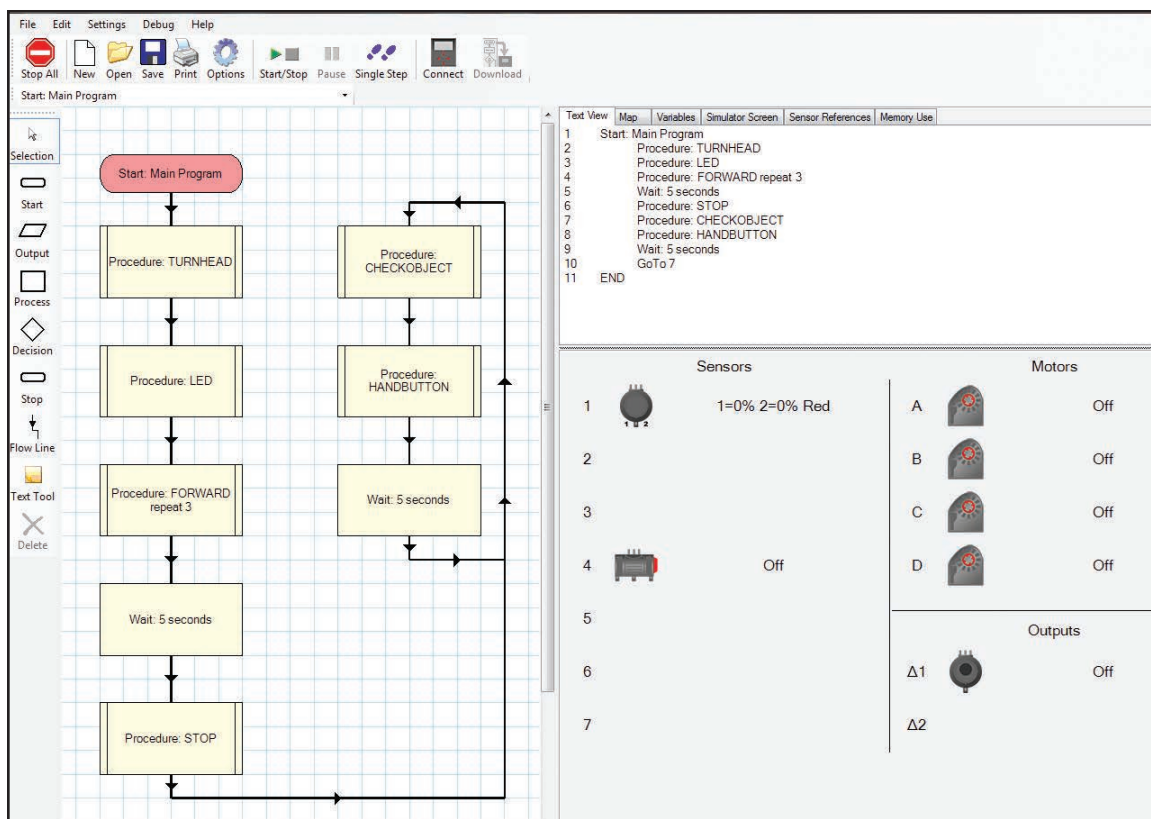
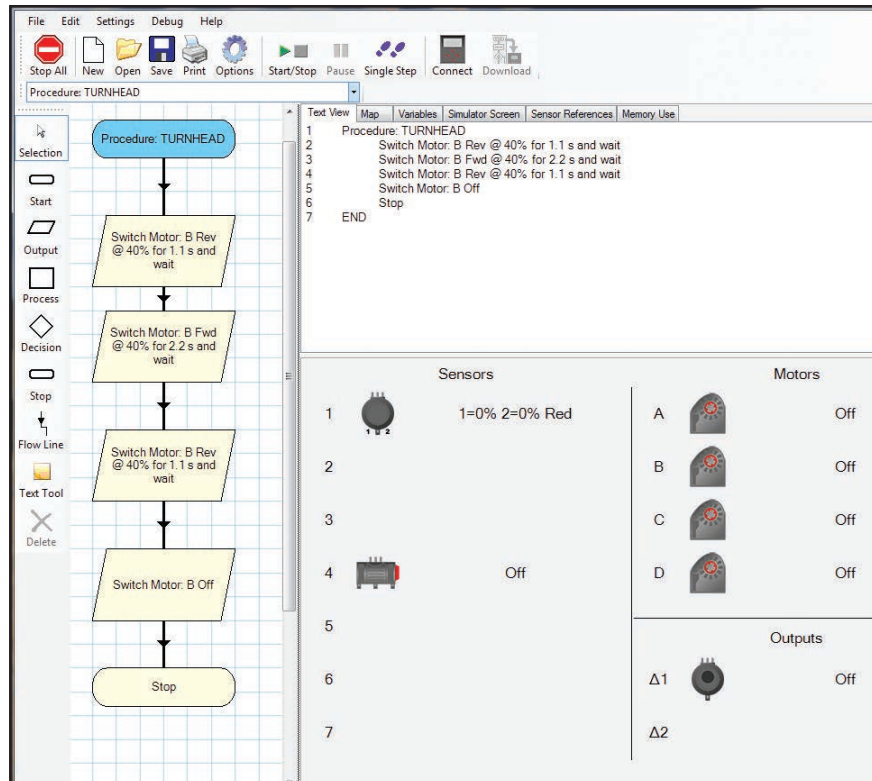
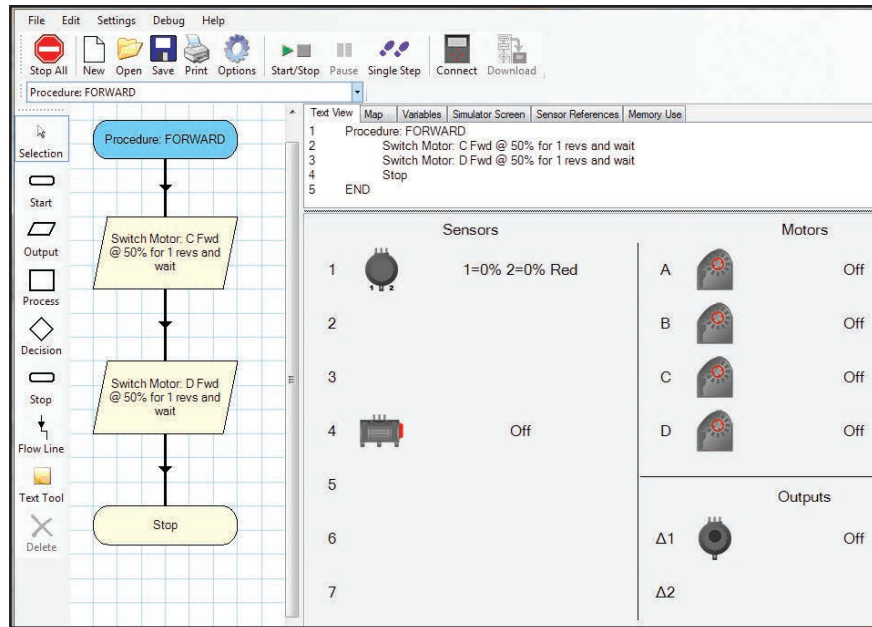
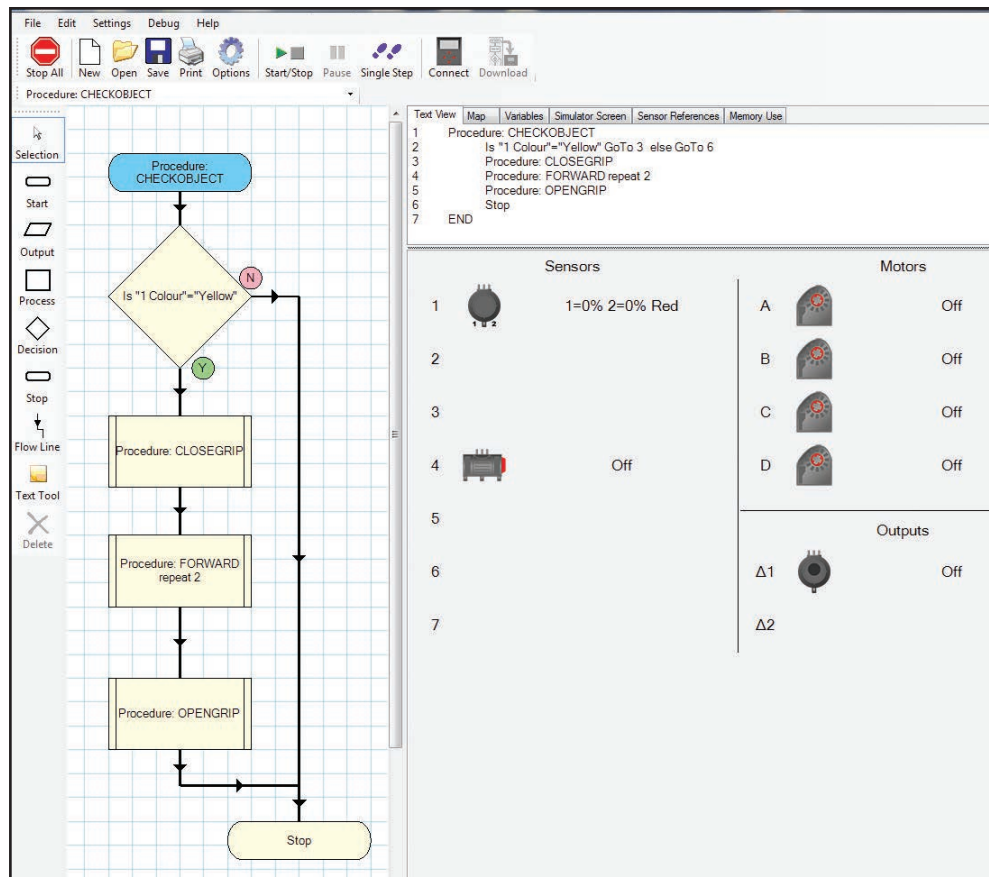

Figure 1 : Programme principal :
Figure 2 : Procédure « TURNHEAD [Tourner la tête] »
Figure 3 : Procédure « FORWARD [En avant] »
Figure 4a: Procédure « CHECKOBJECT [Vérifier objet] »
Le programme principal montre la logique pouvant être utilisée pour programmer le Robot bipède à saisir une balle (Figure 1). Une méthode étape par étape est décrite comme suit :
1. Le premier bloc (procédure) dans l'organigramme comme montré ci-dessous dans la Figure 1 est « TURNHEAD [Tourner la tête] ». La procédure « TURNHEAD [Tourner la tête] » instruit au robot de tourner la tête une fois à gauche, une fois à droite et de revenir droit en avant. Le flux logique de la procédure « TURNHEAD [Tourner la tête] » peut être vu dans la Figure 2.
Pour compléter le programme « TURNHEAD [Tourner la tête] » comme montré dans la Figure 2, complétez les étapes suivantes.
- Sur la Figure 1 vous pouvez voir que la logique du programme va de la procédure « TURNHEAD [Tourner la tête] » à la procédure « FORWARD [En avant] ». Les moteurs C et D sont reliés aux deux jambes du Robot. La Figure 3 montre l'organigramme pour la marche du Robot. Les moteurs (C et D) sont programmés pour avancer à 45 % de vitesse. En suivant la logique de « FORWARD [En avant] » vous remarquerez que le moteur C fait un tour puis le moteur D fait un tour. Cela est répété trois fois (*Quand vous attribuez un symbole Process à « FORWARD [En avant] » en tant que procédure, vous la nommez « Forward » et mettez in « 3 » dans l'espace 'repeat' à droite du titre* Le programme principal comme vu dans la Figure 1 arrête le Robot après un total de trois répétitions de la procédure. Si vous voulez que le Robot marche plus longtemps, augmentez le nombre de répétitions dans la procédure.
La Figure 1 (programme principal) montre une logique de flux « CHECKOBJECT [Vérifier objet] » est activée. La Figure 4a montre les détails de la logique d'organigramme pour la procédure « CHECKOBJECT [Vérifier objet] ».
- Comme vu dans la Figure 4a, le capteur couleur/lumière contrôle la fonction de saisie par la main. (Plus tard quand vous exécuterez le programme, vous placerez une balle jaune devant le capteur de couleur/lumière). « Si » le capteur reconnaît la couleur jaune, « alors » cela signifie que la balle K'NEX jaune est prête à être saisie et la procédure « CLOSEGRIP [Serrer la prise] » est activée.
- Après que la balle ait été saisie, la logique de la Figure 4a montre que la procédure « FORWARD [En avant] » est activée et le Robot avance de quelques pas. (C'est la même procédure « FORWARD [En avant] » que vous avez utilisée plus tôt sauf que le nombre de répétitions a été changé en 2). Quand le Robot arrête de marcher, la procédure « OPENGRIP [Desserrer prise] » est activée et la balle est libérée.